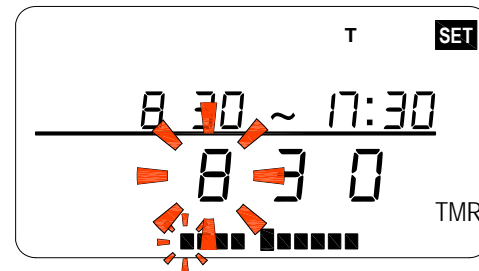

Abbildung 23
- Drücken Sie \triangle ∇ und wählen die vorher programmierte Stunde. Die gewählte Stunde und der Timerblock blinken, siehe Abbildung 23.